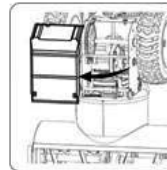

Bild 22
7. Vänd försiktigt snöslungan uppåt och framåt så att den vilar på matarskruvens hölje. Ta loss stomskyddet från botten av snöslungan genom att ta bort de fyra självgående skruvarna som håller det på plats. Se bild 22.